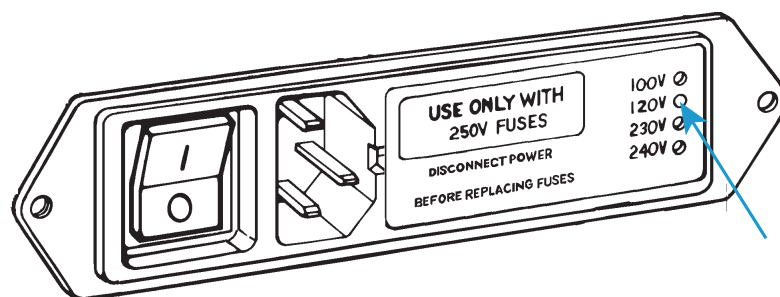

図4. 電圧設定ができる電源入力コネクタ
2. 電源入力コネクタを点検し、38 ページの図 4 を参照します。コネクタの右側には、4 つの穴が垂直線に並んでおり、それぞれ異なる線間電圧に対応しています。現在の電圧は、穴の 1 つに白いプラスチック ピンが見えることで分かります。図 4 で指定されている電圧は 120V です。
3. 電源入力コネクタからヒューズホルダ (1) を取り外し、下の図のように電圧セレクトカード (2) を露出します。
8. ヒューズホルダをコネクタへ再取り付けします。インジケータ ピンが正しい入力電圧を示すことを確認します。38 ページの図 4 を参照してください。